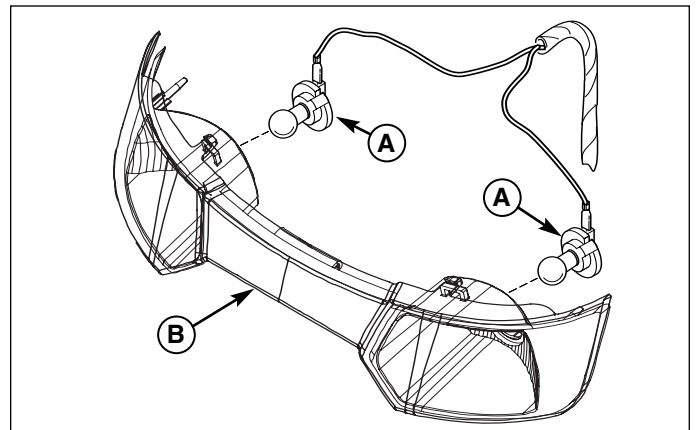

Figura 12. Faro anteriore
2. Rimuovere il portalampada e le lampadine (A, Figura 12) ruotando il portalampada in senso antiorario ed estraendolo dalla mascherina (B). Ripetere sull'altro lato.